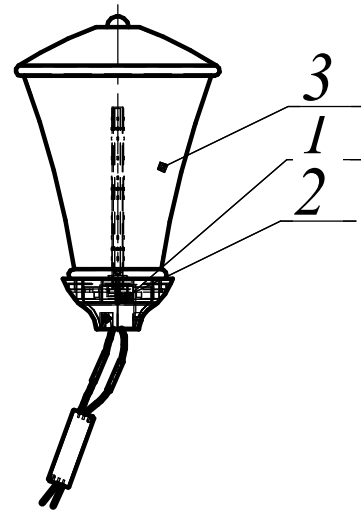

Рисунок 2
3. Рассеиватель Monreal Opal тонированный поз. 3 см. рисунок 2.